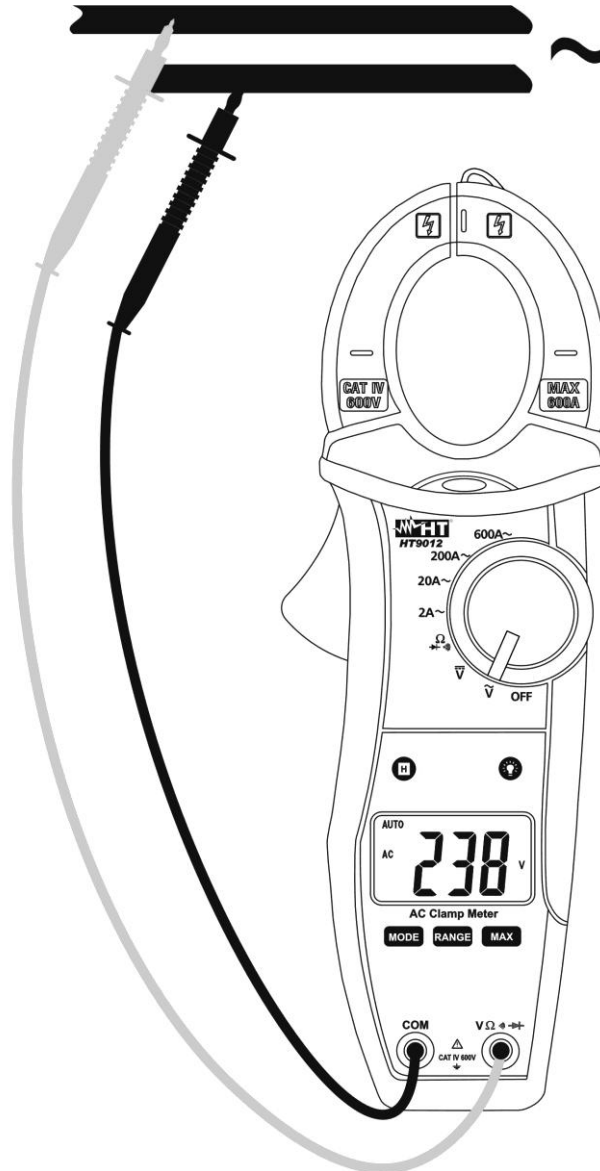

Fig. 4: Uso de la pinza en medida de Tensión CA
4. Inserte las puntas de prueba en los terminales, la punta roja en el terminal “ $V_{\sim} \rightarrow (+)$ ” y la punta negra en el terminal **COM** (ver Fig. 4)
5. Inserte las dos puntas de prueba en el punto deseado del circuito (ver Fig. 4), luego el instrumento mostrará el resultado